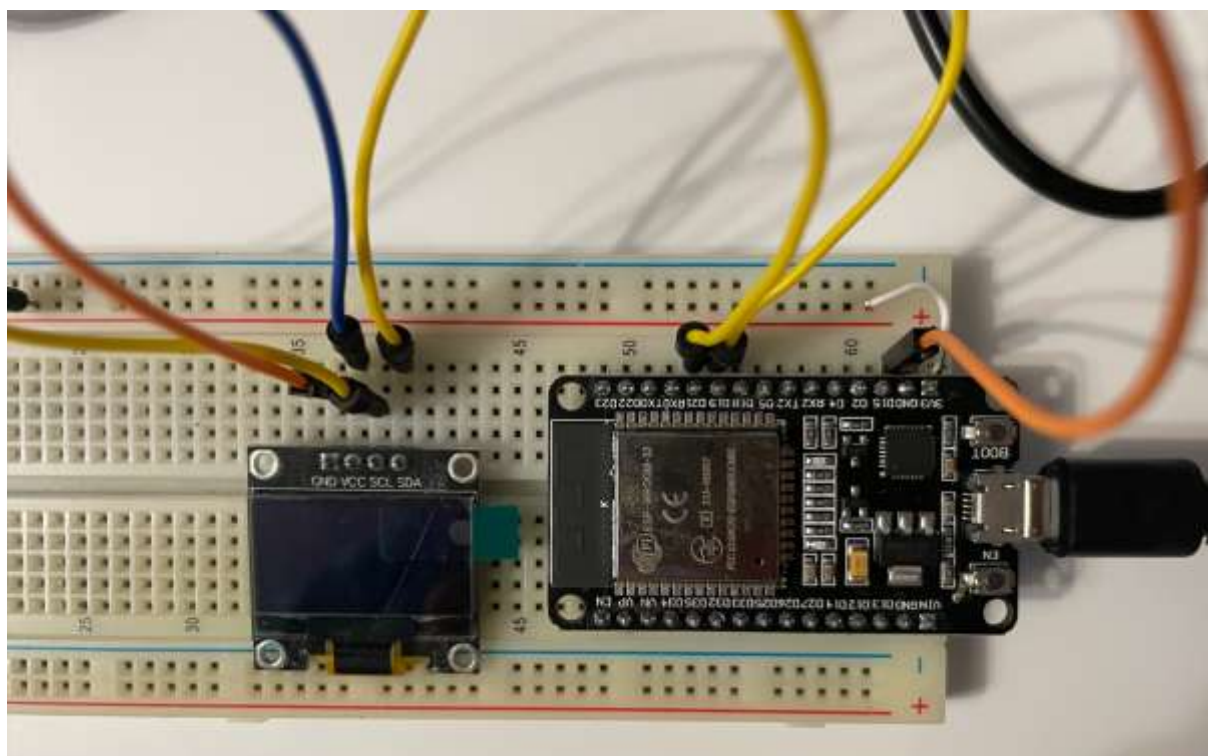
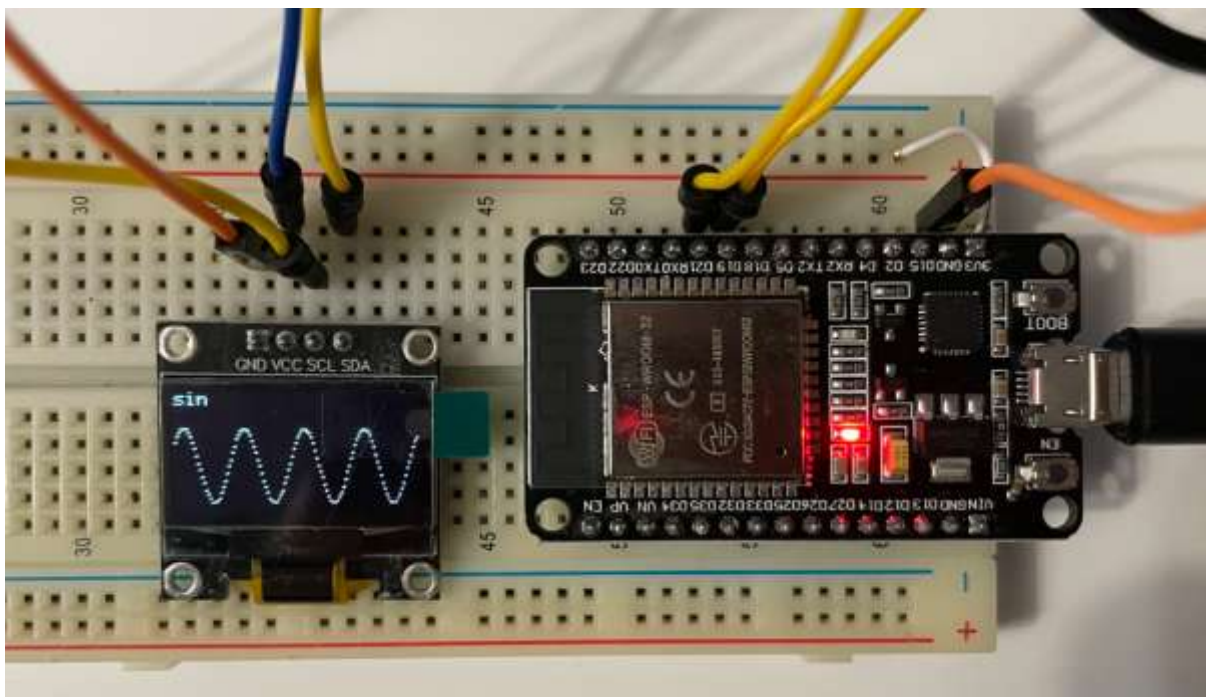

Рисунок 6.10 – Досліджувана схема, складена на макетній платі
Рисунок 6.11 – Результат дослідження макета
3. Складаємо аналогічну схему на макетній платі з ESP32 (рис. 6.10) та проводитимемо її дослідження рис. 6.11.